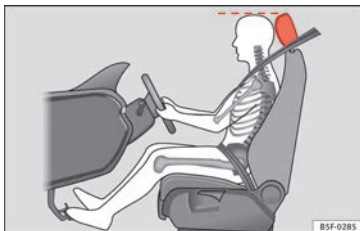

Fig. 56 Posición correcta del apoyacabezas del conductor.
- Ajuste el apoyacabezas de modo que el borde superior del mismo quede a la altura de la parte superior de su cabeza » **fig. 56.**